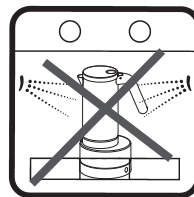

Bild 15
- Reinigen Sie den Espresso-Kocher nicht in der Geschirrspülmaschine. (Bild 15)